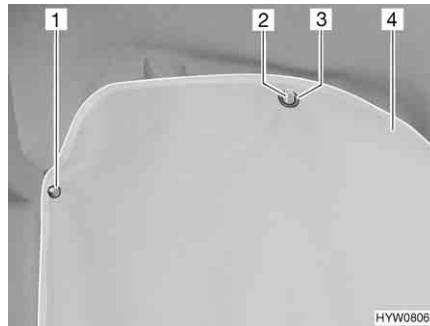

Bild 15 Verdunklung Fahrerhaus
- Verdunklung (Bild 15,4) mit den Druckknöpfen (Bild 15,1) befestigen.
- Die eingepressten Ösen (Bild 15,3) links und rechts in die Kleiderhaken (Bild 15,2) der Handgriffe einhängen.
- Die eingepressten Ösen (Bild 15,3) links und rechts aus den Kleiderhaken (Bild 15,2) der Handgriffe aushängen.
- Verdunklung (Bild 15,4) losknöpfen und verstauen.